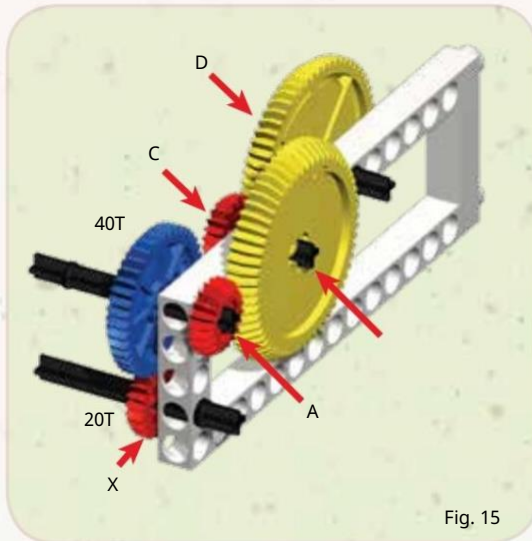

Fig. 15
1. Pe structura anterioară, adăugați un angrenaj suplimentar de 40T albastru, un angrenaj roșu de 20T și o axă medie pentru a asambla structura tura după cum se arată în Fig. 15.
Fig. 15 prezintă angrenajele angrenate ca angrenaje conice în unghi drept. Calculele raportului de transmisie și principiile direcțiilor de rotație sunt aceleași ca în cazul angrenajelor drepte.